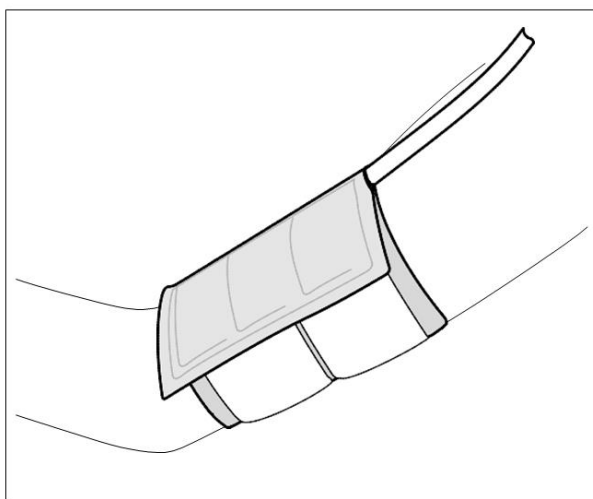

Fig. 4-1 Applicazione del bracciale
- il tubo flessibile di collegamento sia rivolto verso la spalla (Fig. 4-1);